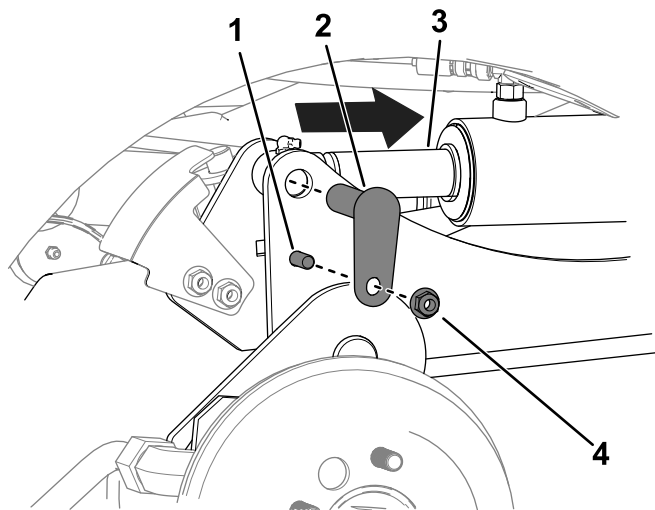

Figure 10
- C. À l'aide d'un pointeau, alignez les trous des tiges de vérin et les trous des bras de levage (Figure 10).
D. Avec 2 boulons ($\frac{3}{8}$ " x $1\frac{1}{4}$ "), 2 écrous ($\frac{3}{8}$ ") et 2 petits axes, fixez les bras de levage aux vérins (Figure 10).